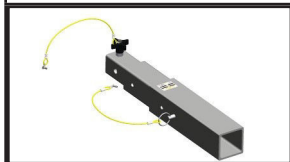

Bild 9
- FÖRANKRINGSADAPTER FÖR FORDONSKOPPLING: A2126-21 (se bild 9)